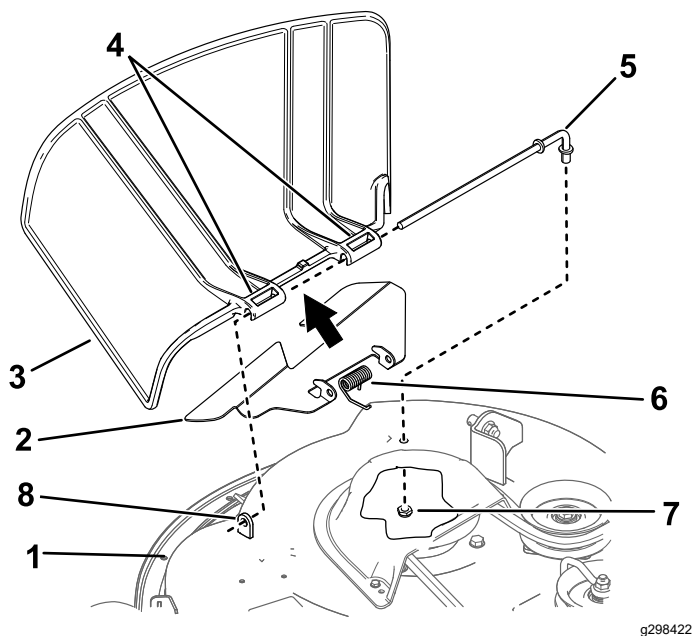

Figura 73
- Îndepărtai piulă ($\frac{3}{8}$ ") de la tija de sub maina de tuns iarba (Figura 73).
2. Glisai tija în afara distanțierului scurt, arcului, deflectorului i a deflectorului pentru iarba (Figura 73).
4. Montați noul deflector pentru iarba i deflector (Figura 73).
7. Glisai tija prin deflector i al doilea pivot al deflectorului pentru iarba (Figura 73).
9. Fixați capătul din spate al tijeii la maina de tuns iarba cu o piuliță (3/8") aa cum se arată în Figura 73.